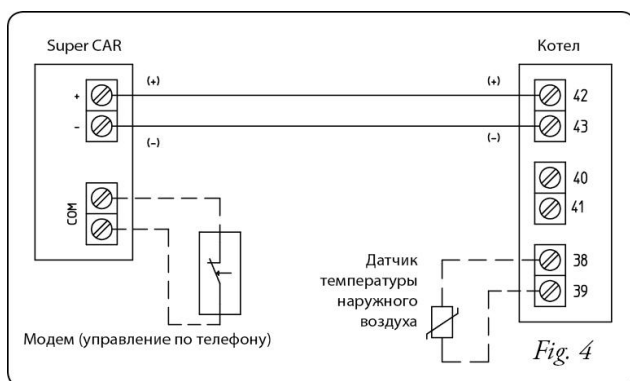

Fig. 4
3) Не подключайте питание прибора при работающем котле (смотри рис. 4). При подключении прибора соблюдайте полярность (+ и -) и используйте контакты 40 и 41 электронной платы котла.